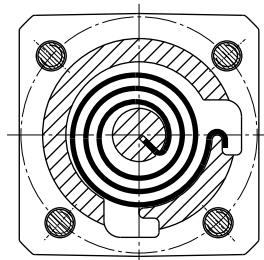

Bild 1 Einbaulage der Schließfedern für Bedienungsseite "rechts"
- Im Federgehäuse (733) sind 2 Aufnahmenuten für die Schließfedern eingegossen. Die Nuten sind für die unterschiedliche Aufnahme der Schließfedern bei den Ausführungsarten "Bedienungsseite rechts" oder "Bedienungsseite links" erforderlich.
- Beim Einbau sind die Schließfedern zunächst in das Federgehäuse (733) einzulegen. Dabei ist auf die Anordnung der Federn gemäß Bild 1 und 2 zu achten.
- Die richtige Vorspannung der Schließfedern ist dann gegeben, wenn sich alle 4 Befestigungsschrauben (732) im Gehäuse montieren lassen (ca. halbe Umdrehung des Federgehäuses). Die Ventilklappe muß sich dabei in Geschlossenstellung befinden.